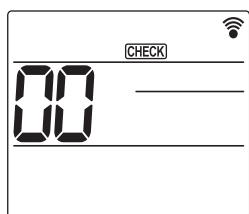

Fig. 7-9
- ① Mettez l'appareil sous tension au moins 12 heures avant l'essai de fonctionnement.
- ② Appuyez sur la touche **[MENU]** pendant 5 secondes. (Fig. 7-9)